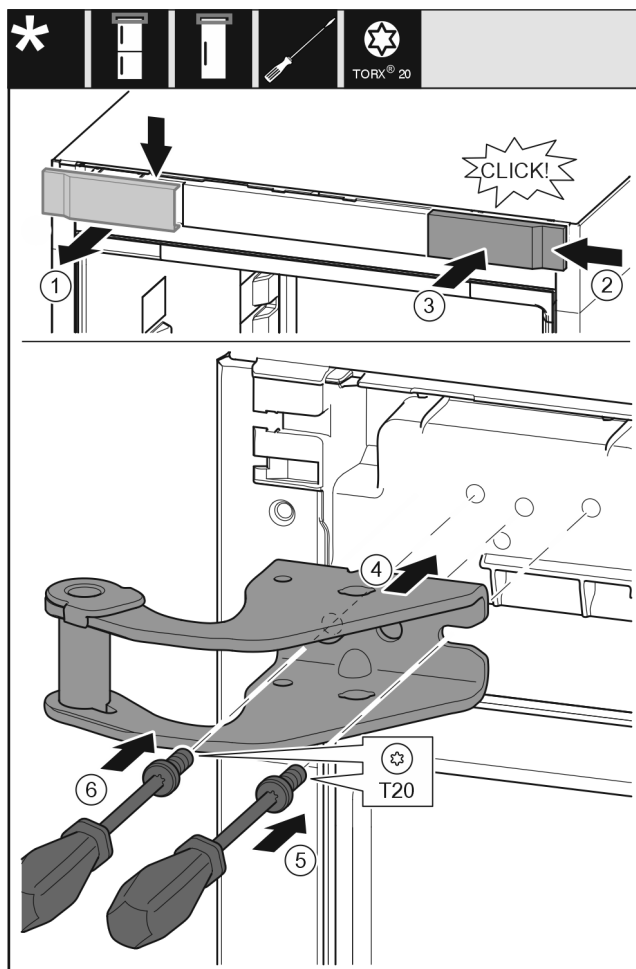

Fig. 14
- ▶ 从上方朝前取下盖板 Fig. 14 (1)。
- ▶ 将盖板 Fig. 14 (2)旋转 180° 至另一侧从右边挂上。
- ▶ 插入盖板 Fig. 14 (3)。
- ▶ 装上上方的托架 Fig. 14 (4)。
- ▶ 用螺丝刀放上并旋紧螺钉 Fig. 14 (5)。
- ▶ 用螺丝刀放上并旋紧螺钉 Fig. 14 (6)。